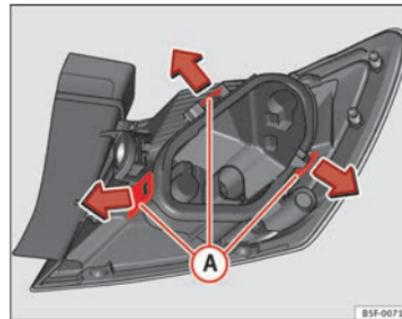

Fig. 194 Languettes de fixation au dos du feu arrière
- Déposez le support d'ampoules ⇒ fig. 194 en déverrouillant les languettes de fixation A.